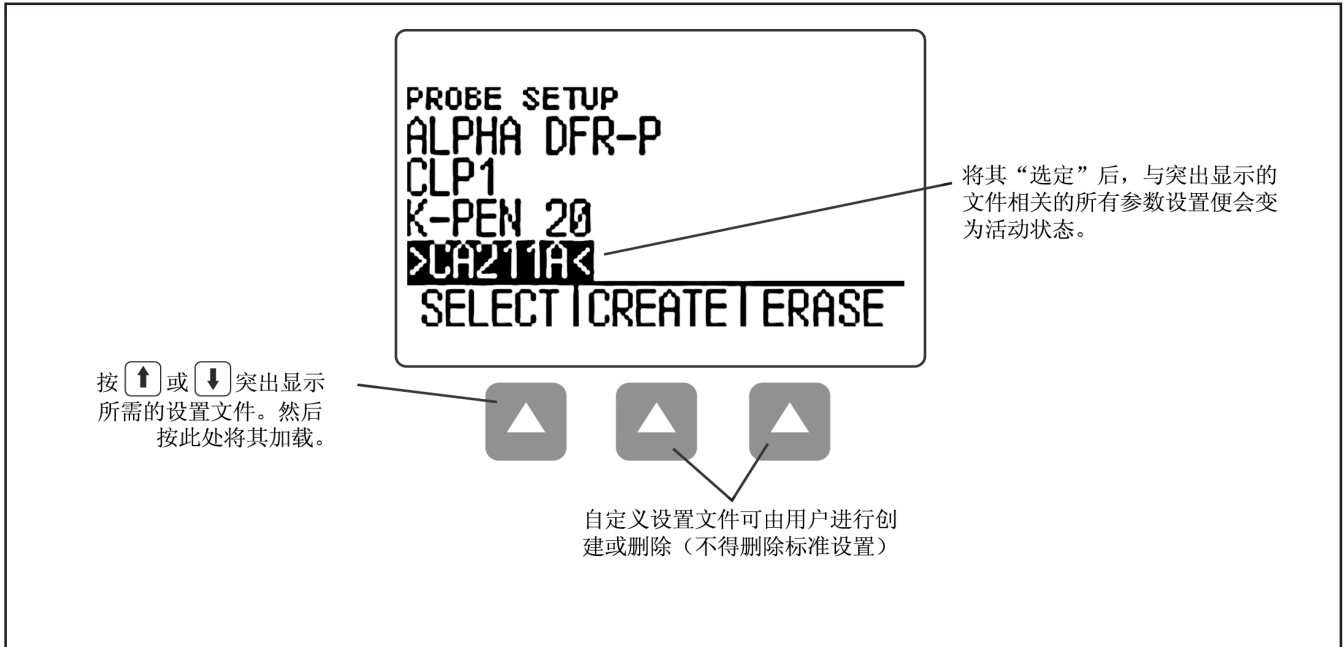

图 2-3 - 探头设置显示模式 - 允许选择预先加载的或“自定义设置”文件，从而可自动调用全部参数设置。注意，可将“自定义设置”文件从装有 *UltraMate*® 的 PC 上下载到任何仪器中，或者可以使用此显示屏幕创建（有关“自定义设置”文件的详细信息，请参阅第 3.x 节）。
- **探头设置显示模式** – 允许用户选择标准的预先加载的仪器设置（每个均与特定探头型号匹配）或者自定义用户定义的设置。使用此显示屏幕或 UltraMATE© 软件包可创建“自定义设置”，并可下载到任何 CL 5 仪器上。取决于仪器的配置，“自定义设置”文件的内容有所不同。有关自定义设置的详细信息，请参阅第 3.5 节。（图 2-3）。